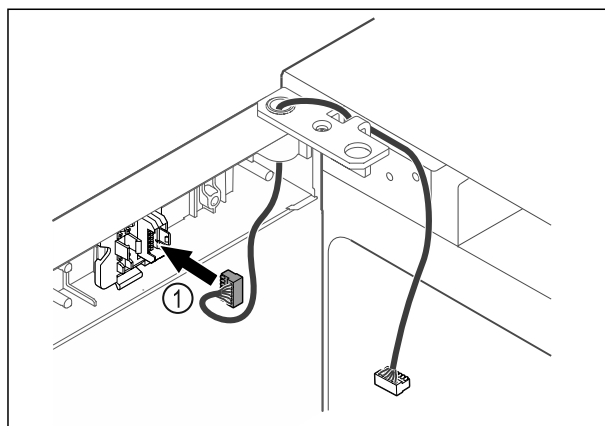

Fig. 33
- ▶ Вставьте штекер Fig. 33 (1) в держатель.